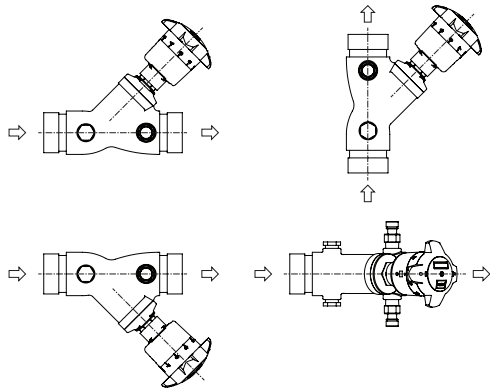

图. 5
- 8 FTV出口多功能阀可安装在水平或垂直管道上(见图5)。安装时必须为连接测试头(PMP),读取刻度及观察阀门开启时停留的刻度位置留出适当空间。